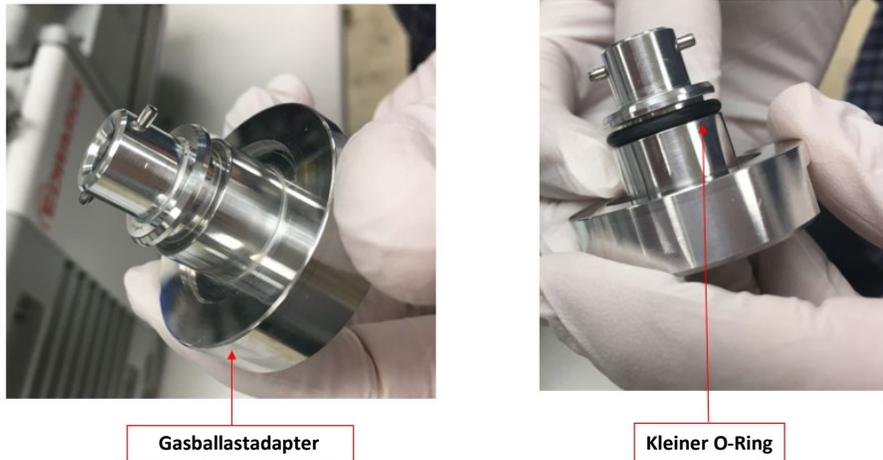

Abbildung 6: Anbringen des kleinen O-Rings am Gasballastadapter
- a. Bringen Sie den kleinen O-Ring so an, dass er radial auf dem Metalladapter sitzt. Siehe Abbildung 6.